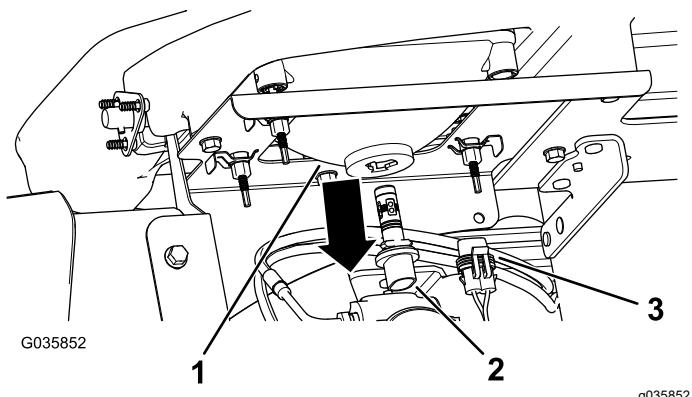

Figure 40
- Débranchez le connecteur électrique de faisceau du connecteur de la lampe situé au dos du boîtier du phare (Figure 40).
- Tournez l'ampoule d'un quart de tour dans le sens antihoraire et tirez-la en arrière hors du boîtier (Figure 40).
- Insérez l'ampoule neuve dans le boîtier du phare et alignez les languettes sur les fentes du boîtier (Figure 40).
- Fixez l'ampoule en place en la tournant d'un quart de tour dans le sens horaire (Figure 40).
- Branchez le connecteur électrique de faisceau sur le connecteur de l'ampoule neuve (Figure 40).